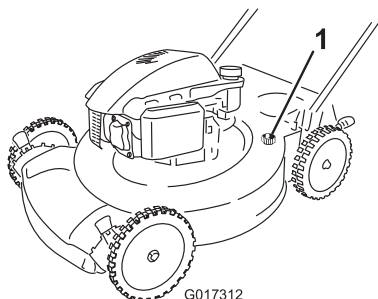

Figure 30
4. Branchez un tuyau d'arrosage, relié à une arrivée d'eau, au raccord de lavage du carter de la machine (Figure 30).